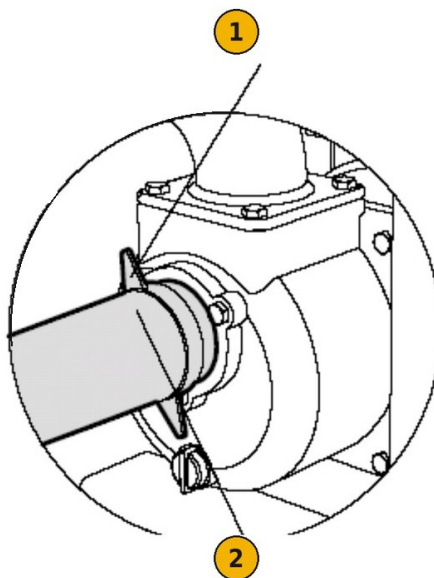

FIG. 5 — Raccordement du tuyau d'aspiration : 1 collier ; 2 tuyau
- 2) Emmanchez le tuyau sur le raccord cannelé et fixez-le avec un collier (FIG. 5).